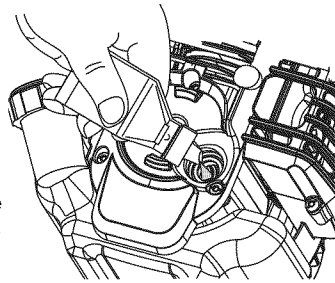

Fig. 4
4. Vierta todo el contenido de la botella de aceite en el cigüeñal (Fig. 4).